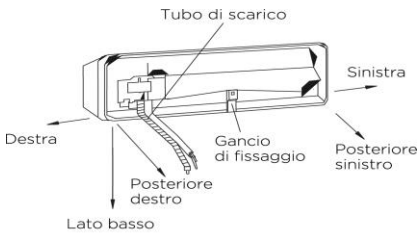
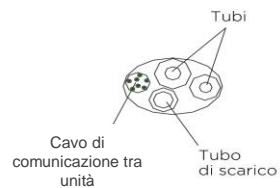

Figura 7
Figura 6
- È possibile scegliere la posizione dove praticare il foro ed effettuare i collegamenti (Figura 7). Fare riferimento alla Figura 6 se si desidera effettuare il collegamento dei tubi dal lato